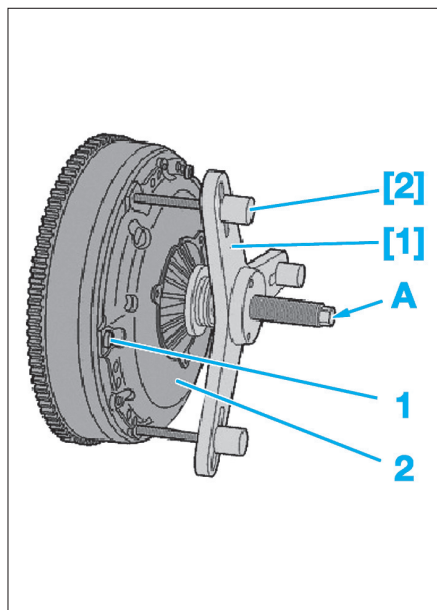

Fig. 3
- Reposer le disque d'embrayage (3) (Fig.3).
- Reposer le mécanisme d'embrayage (2).
- Visser les 3 tiges de maintien [2] à la place des vis (1).
- Visser la vis (A) de l'outil [1] pour comprimer le mécanisme d'embrayage (2).
- Reposer les vis serrer au couple (1).
- Dévisser la vis (A) de l'outil [1] de quelques tours pour détendre le mécanisme d'embrayage (2).